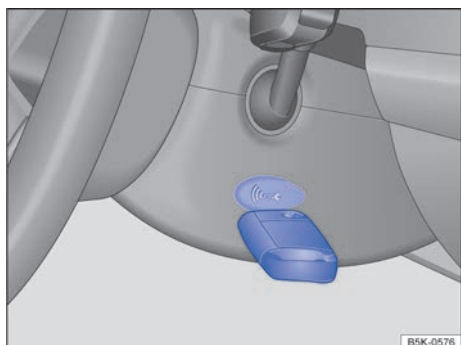

Fig. 87 À direita na coluna de direção: função de partida de emergência em veículos com sistema de travamento e de partida Keyless Access sem chave.
- Manter a chave do veículo diretamente após pressionar o botão de partida à direita da coluna de direção → Fig. 87.